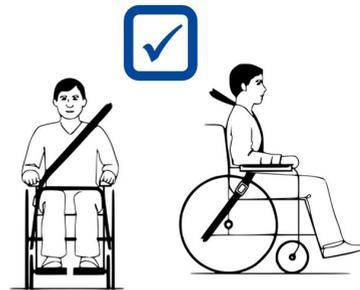

Figure 4
7. Assurez-vous que les retenues de la ceinture épaulière reposent bien sur les épaules de l'utilisateur, voir la figure 4.